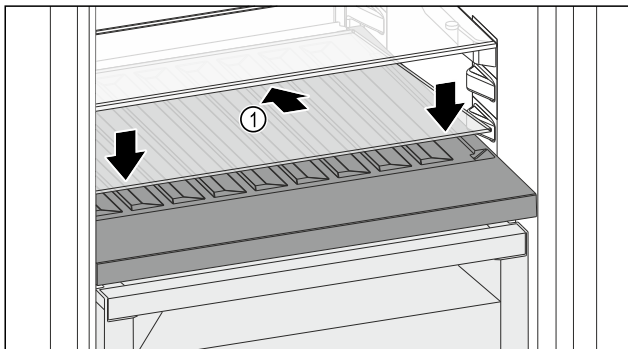

Fig. 207
- ▶ Helyezze be ferdén, hátul lefelé döntve az üveglapot Fig. 207 (1).
- ▶ Engedje le az üveglap Fig. 207 (1) elejét.